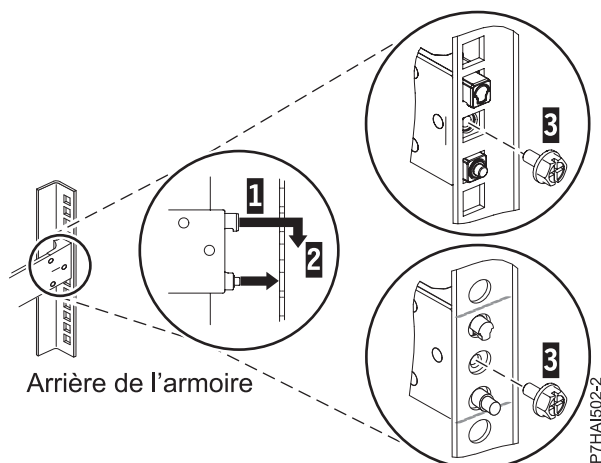

Figure 3. Alignement et fixation des broches dans les trous situés à l'arrière de l'armoire
broches dans les deux trous de l'armoire (1) et abaissez la glissière (2) pour engager le crochet sur la broche. Pour plus de détails, voir figure 3. Avant de passer à l'étape suivante, vérifiez que les deux broches traversent les trous de l'armoire.